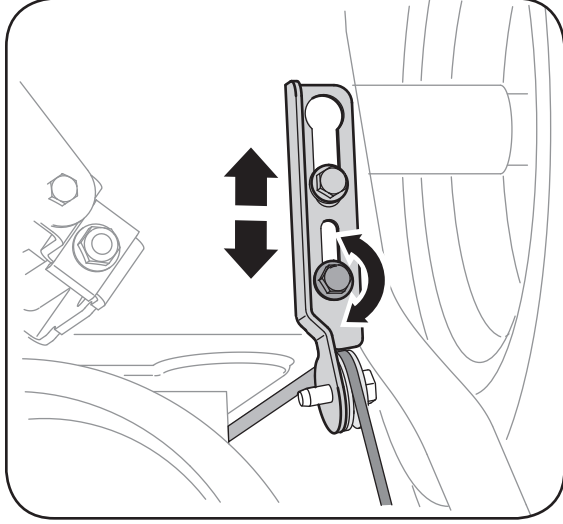

Figure 4-2
7. Pour ajuster à nouveau le câble de commande, desserrez le contre-écrou à six pans supérieur du support de la commande de la tarrière. Voir la Figure 4-2.